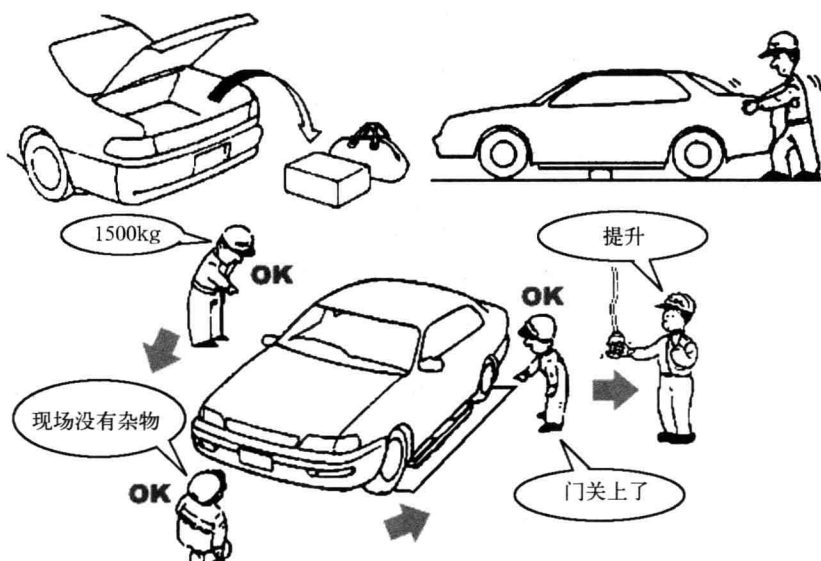

图1-8 汽车举升
(1) 在抬升和降下举升器前要先进行安全检查, 取下车厢内较重的物品, 以防止车辆因重心偏移造成支撑不稳。操作车辆举升设备时, 应向他人发出举升器即将启动或下降的信号。一旦轮胎提升离地, 即要检查车辆支撑是否合适, 然后再进行举升, 举升至合适高度后, 要进行锁止, 确认举升机锁止后方可进入举升机下作业, 如图 1-8 所示。